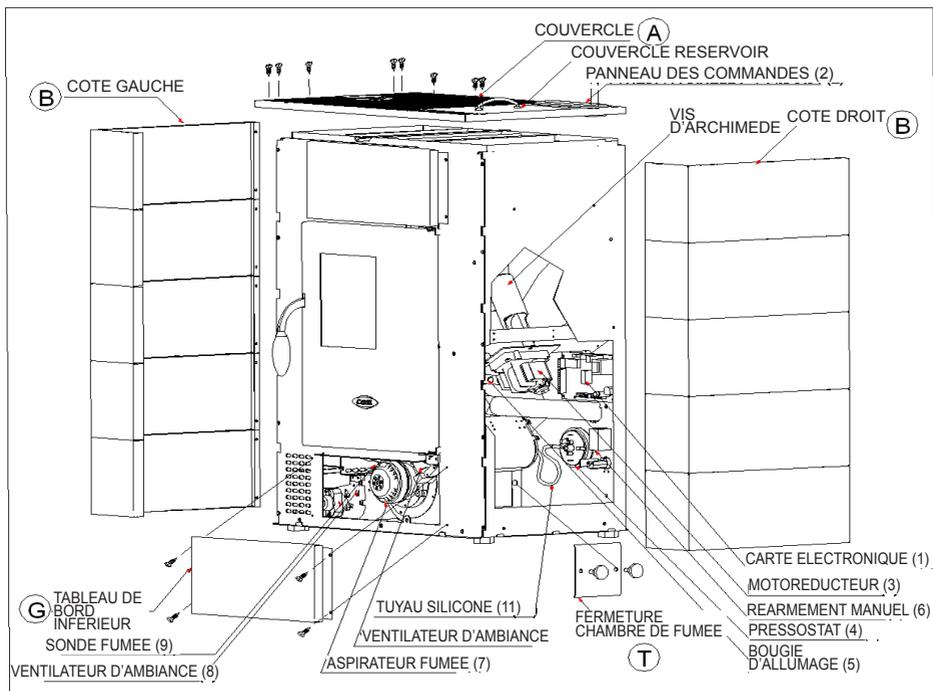

Fig.14
Chaque année, enlever la cendre ou la poussière du ventilateur d'ambiance et du ventilateur de la fumée, car ceci qui pourrait être la cause d'un déséquilibre des pales et d'un bruit accru (voir la fig.14. à la page 19). Compte tenu de la délicatesse de l'opération, faire exécuter l'opération par un technicien spécialisé.
Voici quelques indications pour le technicien qui concernent l'accès aux parties mécaniques du poêle. Procéder de la façon suivante (voir fig.14):
- Tout en dévissant complètement les 10 vis du couvercle (A) (voir fig.14), le soulever et le déplacer à droite et à gauche pour pouvoir enlever les côtés B droit et gauche.
- Dévisser les 4 vis du tableau de bord inférieur (G)